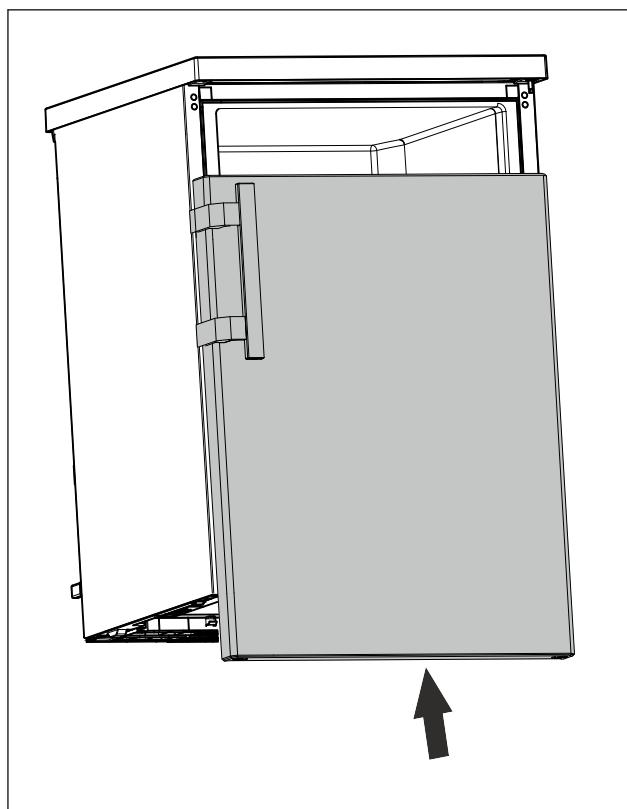

Fig. 15
- Надвиньте дверь в закрытом состоянии на верхний болт. (см. Fig. 15)